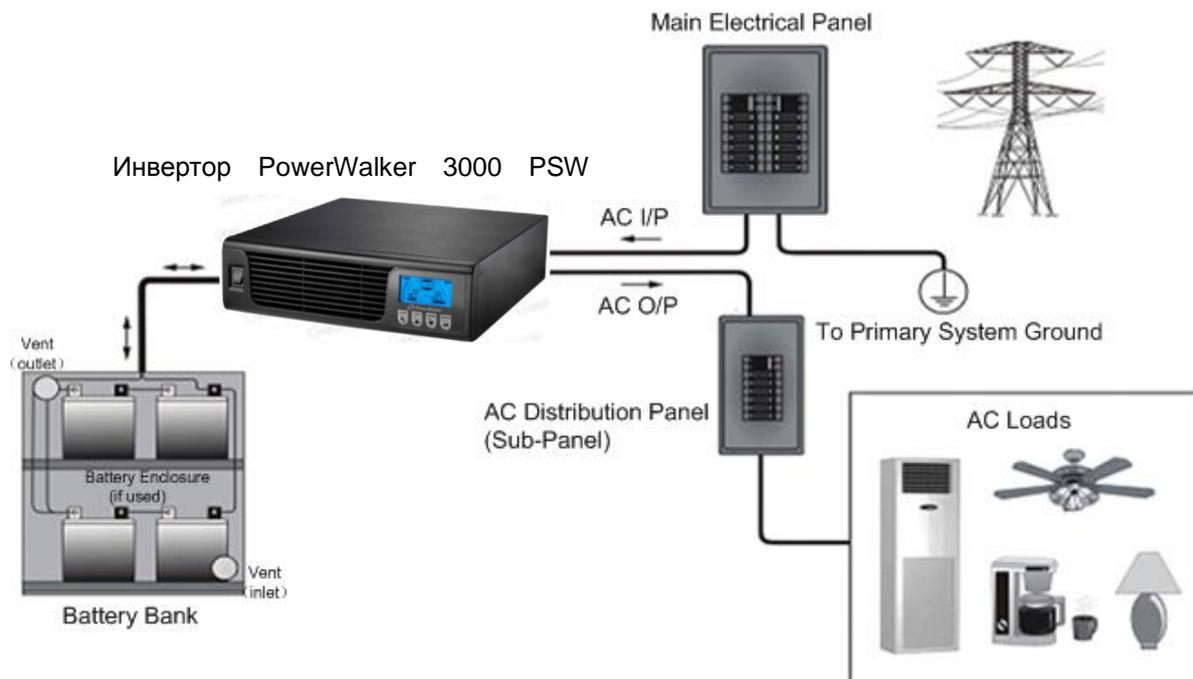

Рис. 1 Автономная работа от устройства
- Автономная работа от устройства – Рис. 1